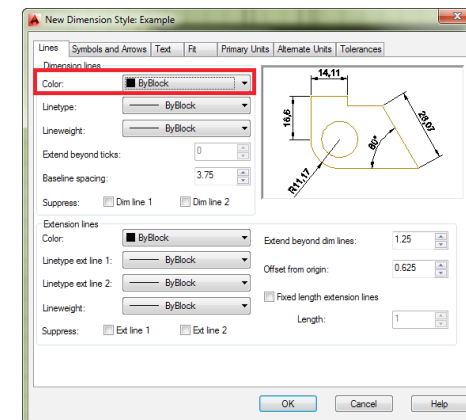

Рис. 86 Настройка цвета
- **Color (Цвет).** Настройка цвета размерных линий (Рис. 86).